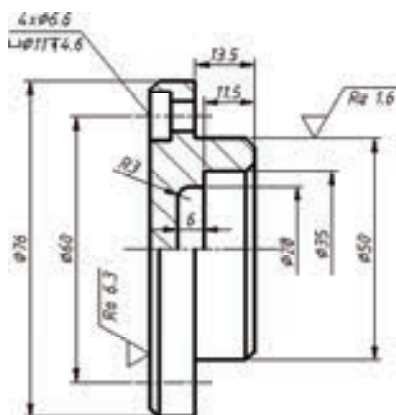

图 10-60 衬盖零件尺寸图
- 4) 上机练习：按照图 10-60 所示的尺寸图，创建其三维模型。